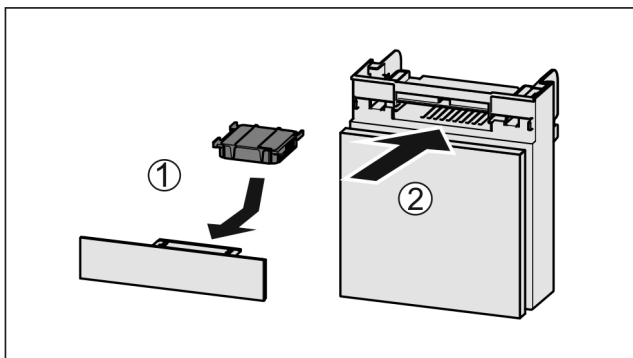

Fig. 148
- ▶ Wkładać Fig. 148 (1) filtr z węglem aktywowanym zgodnie z ilustracją.
- ▶ Wsunąć komorę Fig. 148 (2).